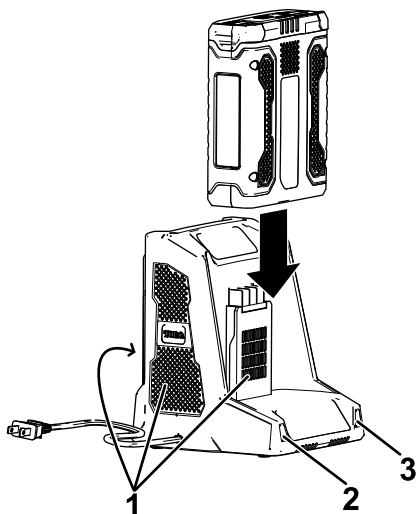

Rysunek 7
3. Ustaw wgłębienie w akumulatorze (Rysunek 7) równo z wypustką ładowarki.